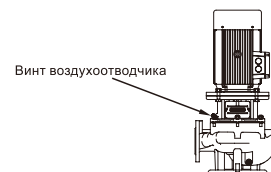

Fig.7 Положение вентиляционного винта
1. Закройте выпускной, запорный клапан и ослабьте винт воздухоотводчика в опоре двигателя. fig. 7.
2. Ослабьте винт вентиляционного отверстия, но с. fig. 7.